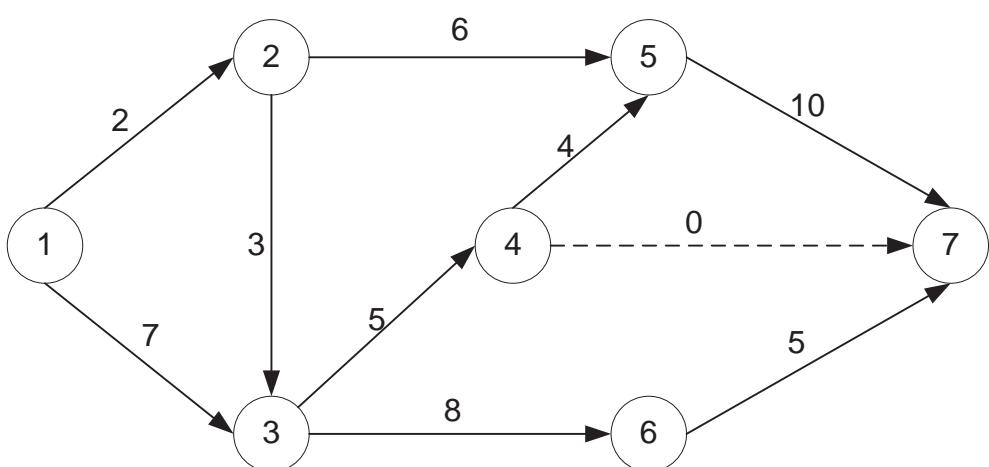

Рис. 5.18. Мережний графік з тривалістю робіт
Відобразимо на мережному графіку тривалість виконання робіт зверху відповідних стрілок. Позначимо фіктивну роботу штриховою лінією (рис. 5.18).
**Завдання 2.** На мережному графіку (рис. 5.18) розрахуйте дляожної роботи ранні і пізні терміни початку й закінчення робіт. Визначте критичний шлях. Позначте його подвійною стрілкою. Визначте повний резерв часу для кожного повного шляху. Розрахуйте повний, вільний і незалежний резерви часу дляожної роботи.